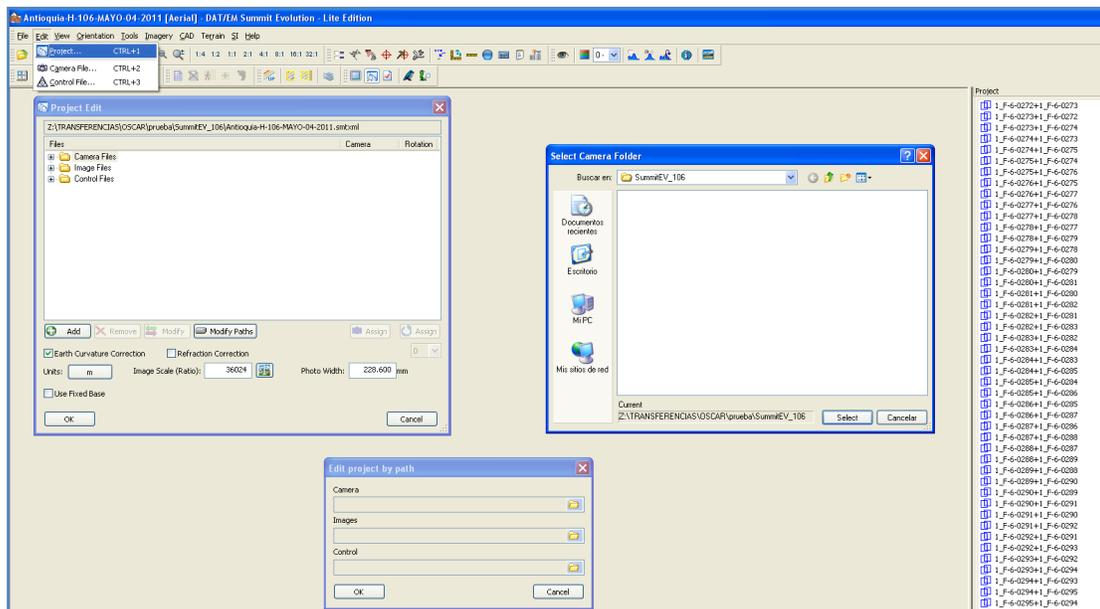

Figura 14. Cargue Proyecto Summit
4. Cargue desde el disco local el Proyecto de Summit, ejecutando el archivo tipo *Summit Evolution Project File*. Se abrirá la ventana del proyecto con las imágenes, archivos de cámara y control direccionados a su ubicación original, por lo tanto hay que redireccionarlos nuevamente. (Ver Figura 14).